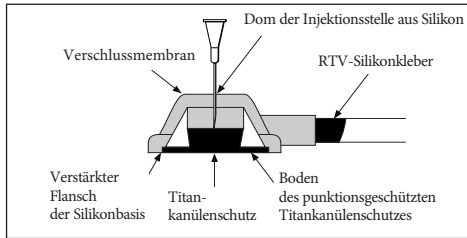

ABBILDUNG 4
- b) Die Kanüle in die Injektionsstelle einführen, bis diese gegen den Kanülenschutz stößt (siehe Abbildung 4).